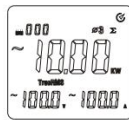

Figura 8-6
- Așa cum se arată în Figura 8-6, apăsați tasta ϕ pentru a măsura puterea totală trifazată. Puterea curentă măsurată pentru locația celei de-a treia faze va fi, de asemenea, calculată și salvată.